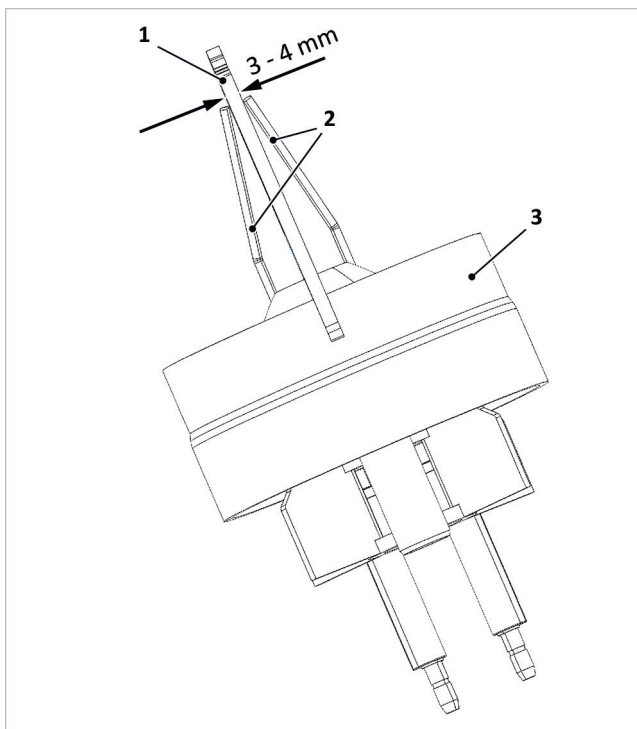

Fig. 150: Controllo della distanza degli elettrodi di accensione
3. Distanza degli elettrodi come nella → fig. 150 da controllare ed eventualmente correggere piegando con cautela.